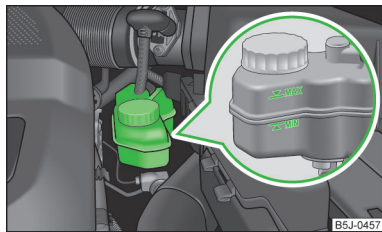

Fig. 129
- Ne poursuivez pas la route si le niveau de liquide est descendu en dessous du repère MIN, » fig. 129 à la page 174,  - risque d'accident ! Faites appel à l'assistance d'un atelier spécialisé.
- Contrôlez le niveau de liquide de frein sur le réservoir » fig. 129.